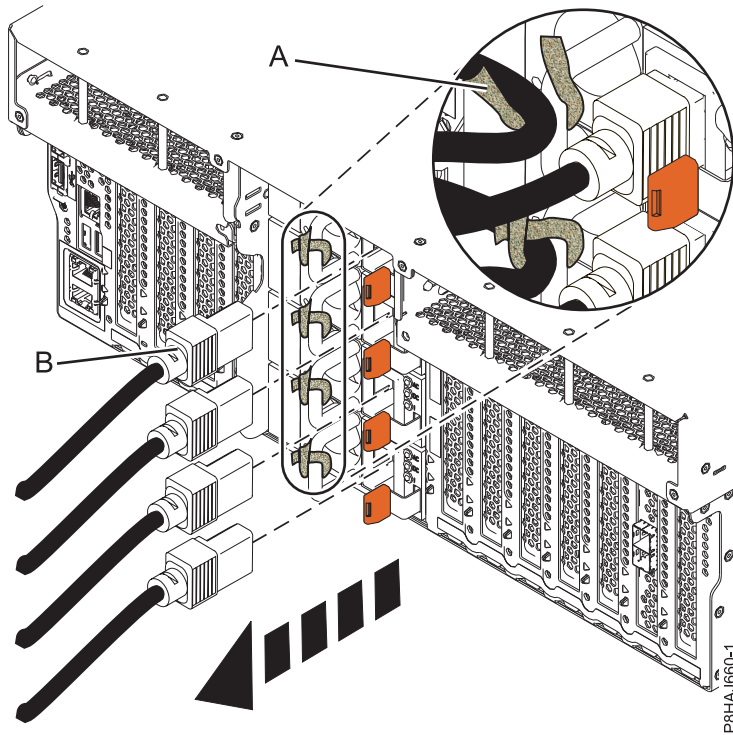
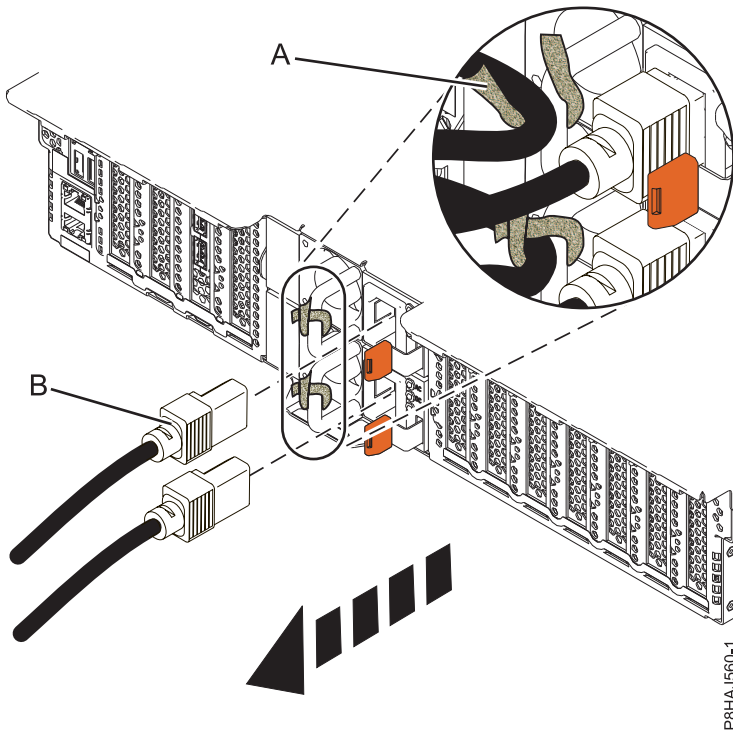
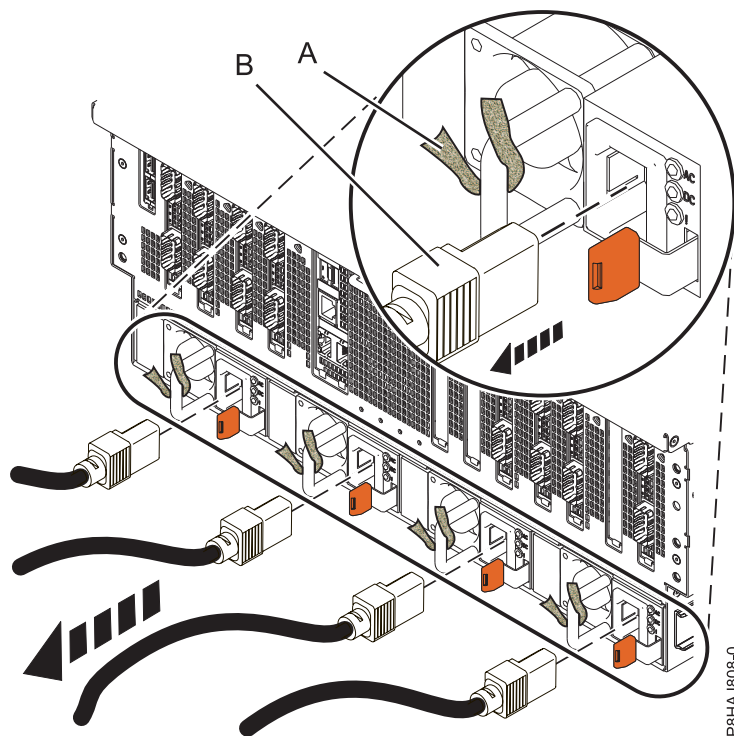

Figura 86. Extracción de los cables de alimentación de un sistema 8247-42L, 8286-41A o 8286-42A
Figura 87. Extracción de los cables de alimentación de un sistema 5148-21L, 5148-22L, 8247-21L, 8247-22L, 8284-21A o 8284-22A
Figura 88. Extracción de los cables de alimentación de un sistema 8408-44E o 8408-E8E
3. Desconecte los cables de alimentación (**B**) de la unidad del sistema. Consulte la Figura 86 en la página 124, la Figura 87 en la página 124 o la Figura 88 en la página 125, dependiendo del tipo de sistema.